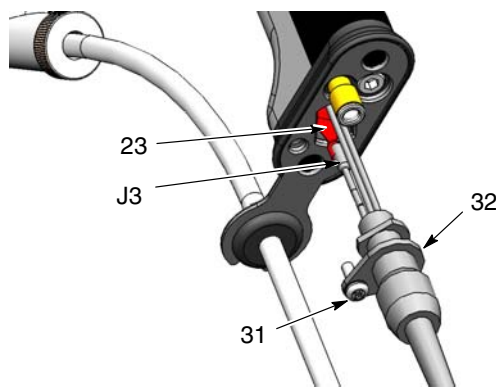

Figura 19 Desconexão do cabo de comando do punho
3. Consulte a figura 19. Retire o parafuso (31) que segura o cabo (32) ao fundo do punho da pistola.
4. Rode o cabo para o soltar da base do punho. Puxe o cabo cuidadosamente para baixo até poder agarrar a tomada do interruptor do actuador (23).